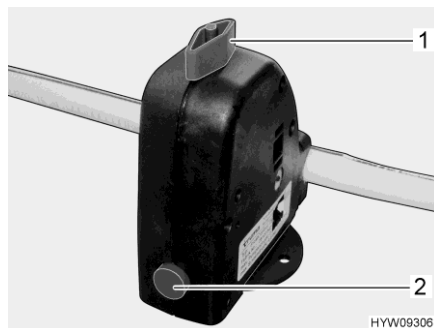

Fig. 214 Válvula de seguridad/purga (caldera)
La caldera está equipada con una válvula de seguridad/purga (Fig. 214). La válvula de seguridad/purga evita que el agua de la caldera se congele cuando no esté conectada la calefacción en caso de helada.
- Cerrar la válvula de seguridad/purga. Para ello, girar el botón giratorio (Fig. 214,1) a la posición transversal en referencia a la válvula de seguridad/purga y hundir el botón (Fig. 214,2).
- Abrir la válvula de seguridad/purga. Para ello, girar el botón giratorio (Fig. 214,1) a la posición longitudinal en referencia a la válvula de seguridad/purga. El botón (Fig. 214,2) salta hacia fuera. La caldera se vacía hacia fuera a través de la válvula de seguridad/purga.